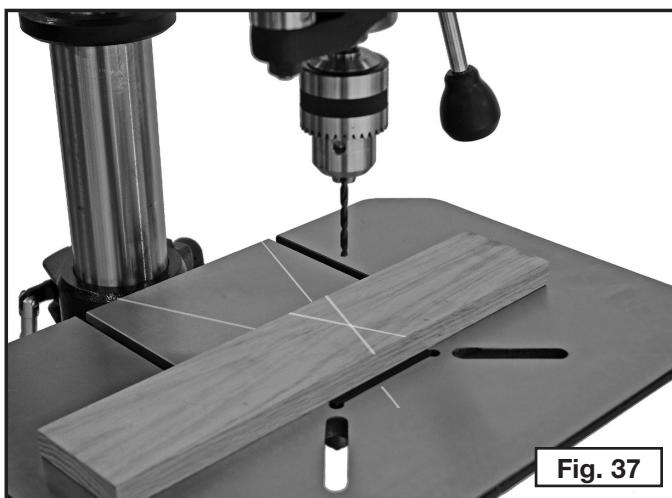

Fig. 37
1. Recueste la madera sobre la mesa (como en Fig. 37) y verifique que no se mueva.